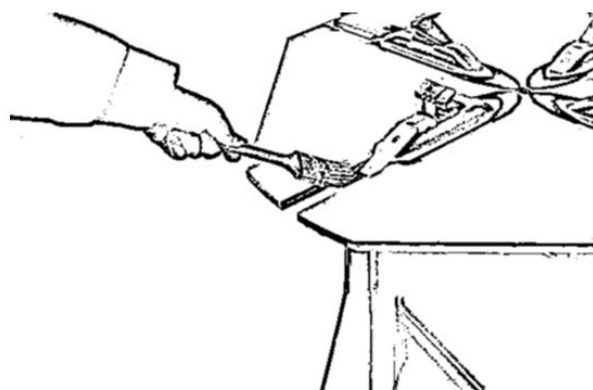

FIG24
3. Brug et egnet metal rensmiddel til at rengøre drejebordets klo og styreskinne, og brug lithiumbaseret fedt til smøring. (Fig. 24)